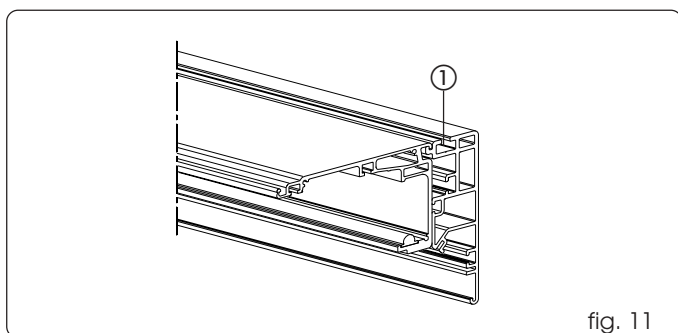

fig. 11
In base alla lunghezza della traversa, possono essere necessari fissaggi intermedi, sfruttando la guida indicata in fig. 11 rif. ①. da 3 a 4 m è necessario un fissaggio centrale. da 4 a 6,1 m sono necessari due fissaggi intermedi.